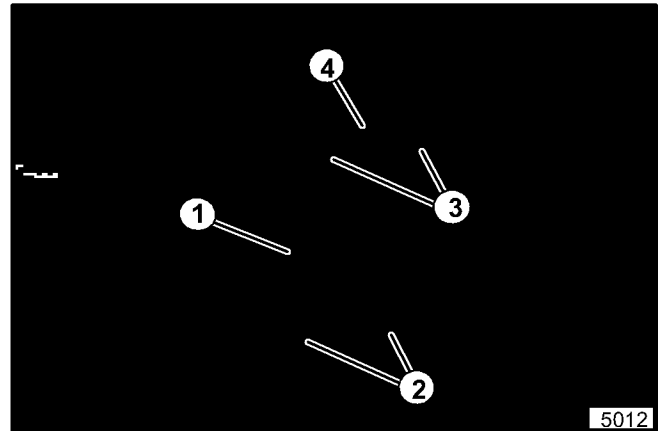

Figura 22. Placa de Montaje y Chumacera del Acoplador
tornillos de montaje de la placa de la parte inferior de la placa(vea la figura 22).
16. Apriete el collarín de seguridad del eje acoplador del motor. Gire el collarín en sentido contrario de las manecillas del reloj sobre el reborde del soporte. Utilizando un martillo y un punzón, asegure el collarín en su posición. Apriete el tornillo prisionero del collarín (vea la figura 22).